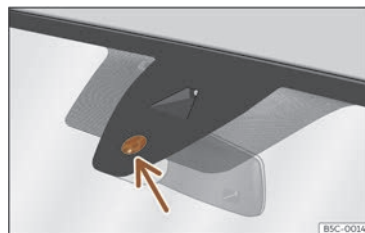

Fig. 113 Suprafața senzorului de ploaie.
>>> **fig. 113** a senzorului de ploaie sunt, printre altele:
- **Murdăria:** praful, ceara, stratul de acoperire de pe geam (efectul lotus) sau urmele de detergent (de la spălătoriile auto) pot reduce eficiența senzorului de ploaie sau acesta poate reacționa lent, cu întârziere sau deloc. Curățați periodic suprafața sensibilă a senzorului de ploaie >>> **fig. 113** (săgeată) și verificați starea lamelor ștergătoarelor.